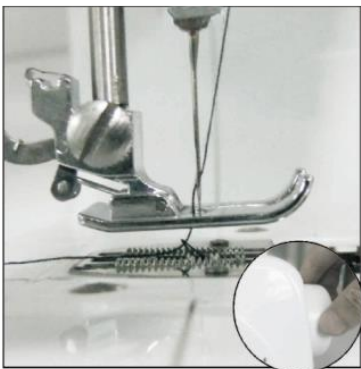

Abb. 9
- 4) Halten Sie das Ende des Oberfadens mit einer Hand und drehen Sie mit der anderen Hand das Handrad gegen den Uhrzeigersinn. Der Nadelfaden wird den Spulenfaden aufnehmen und ihn nach oben durch das Loch unter der Nadel ziehen (Abb. 9).